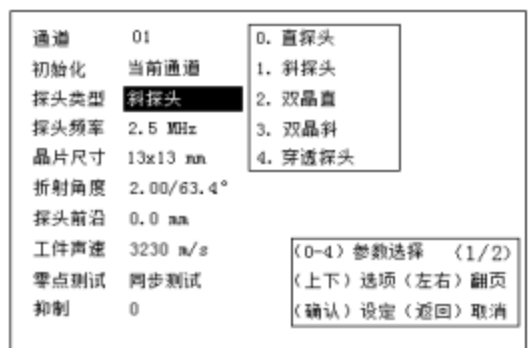

图 2-17
2.2.7.3 探头类型选择：按  键，斜探头反显，如图 2-17 所示